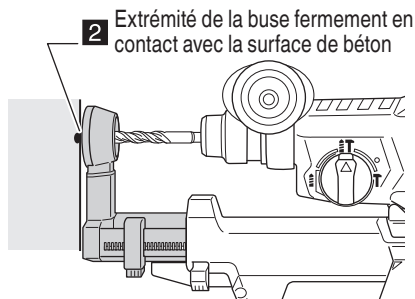

Fig. 17
- (2) Relâcher la buse et la laisser effectuer en contact ferme avec la surface du béton. (Fig. 17)